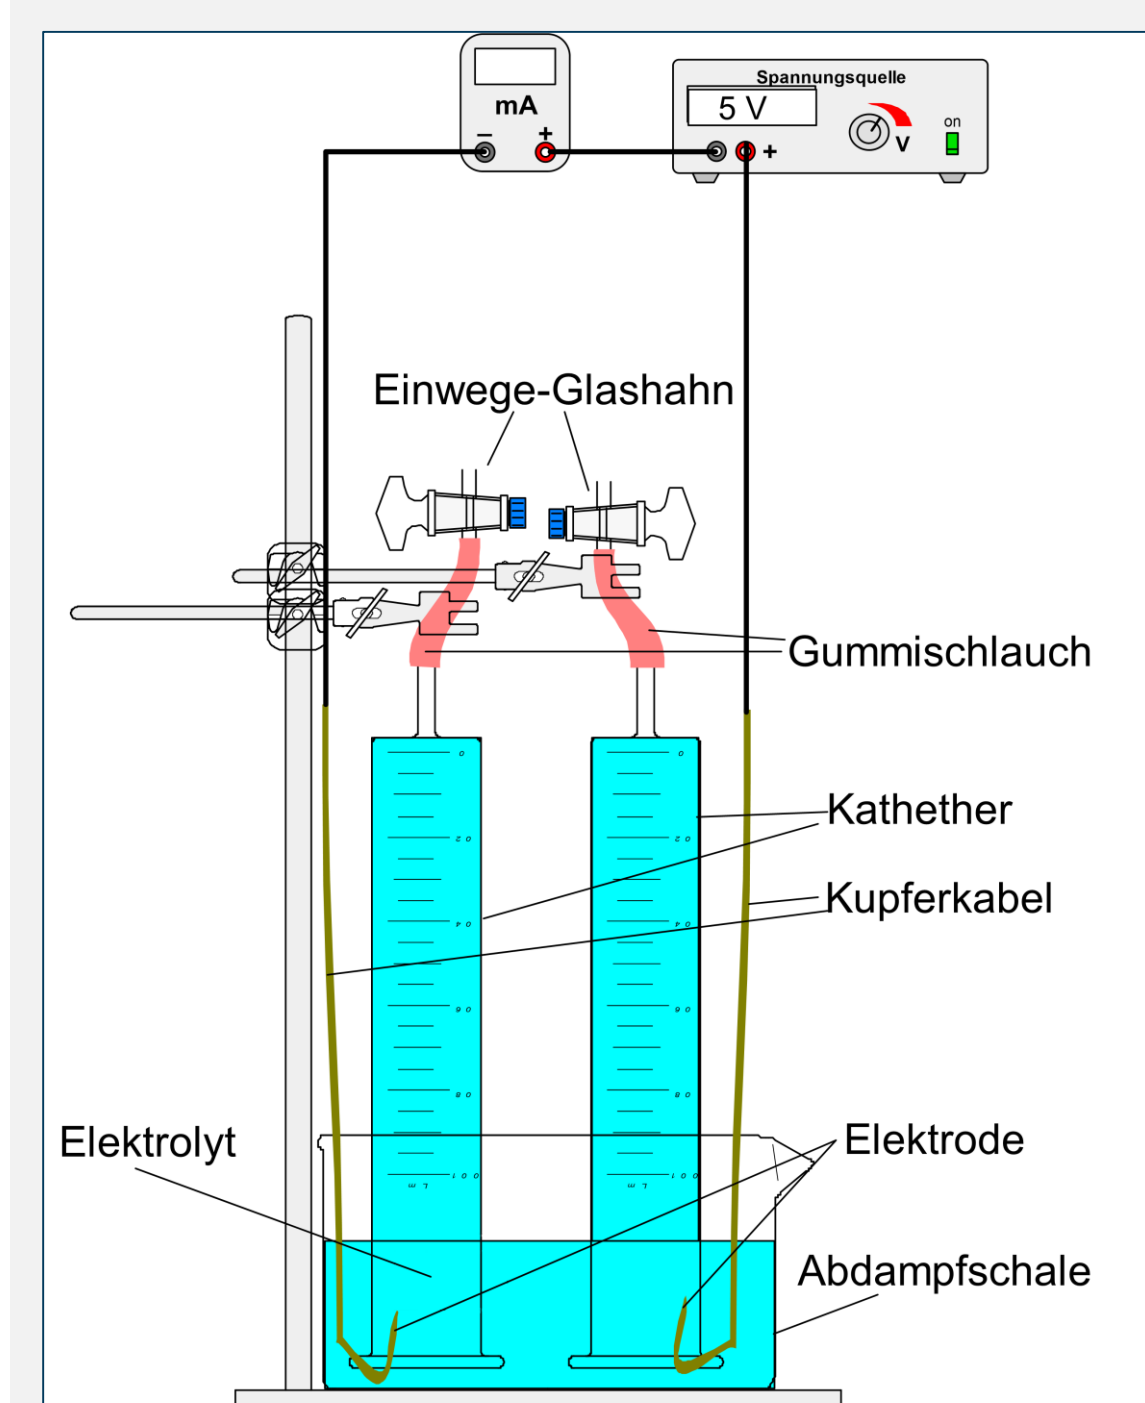

Abb. 4 Darstellungen des Versuchsaufbau
- Aufbau mit **präparierten Katheterspritzen** wie in (Abb. 4)